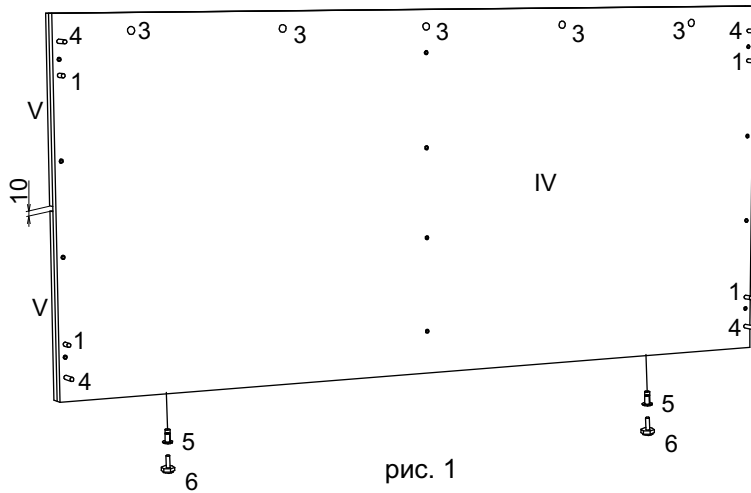

рис. 1
К передней панели (IV) саморезами 3,5x20 (7) прикрепить накладку (V). В соответствующие отверстия в передней панели (IV) вставить шканты (1), вкрутить дюбеля эксцентриков (4) и вставить эксцентрики (3) стрелкой в направлении отверстия. В нижние торцевые отверстия передней панели (IV) вбить крепежи для опор (5) и вкрутить опоры (6) (рис. 1).